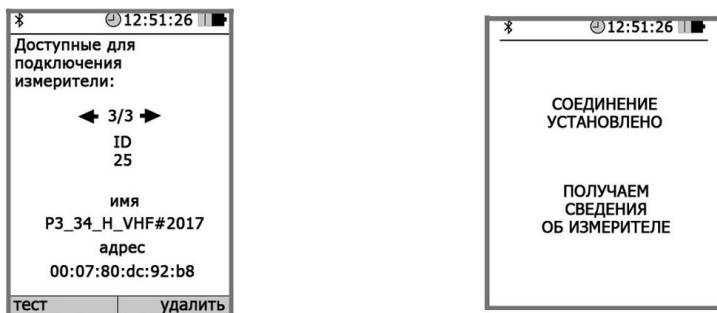

Рисунок 8
6.4.5. Нажать кнопку **OK**. На экране блока НТМ-Терминал будут отображаться названия приборов, которые могут использоваться с ним. С помощью кнопок  и  необходимо выбрать нужную АП-Е (по имени и заводскому номеру) и нажать левую контекстную кнопку «тест» (рис. 8). При этом будет осуществлено соединение блока НТМ-Терминал с АП-Е и запущена процедура тестирования.